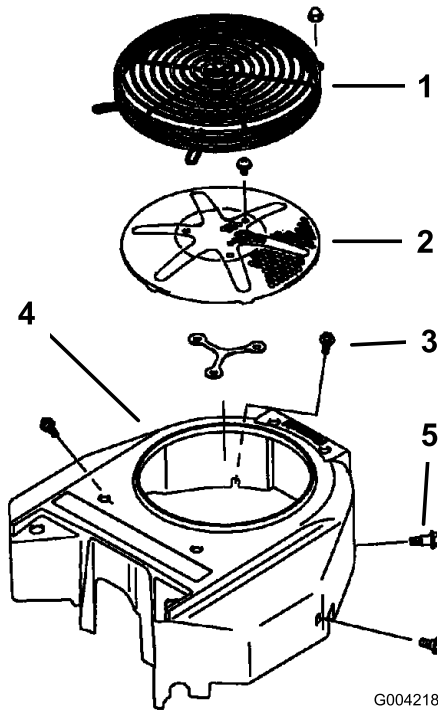

Figure 73
Avant chaque utilisation, enlevez l'herbe, les saletés et autres débris éventuellement accumulés sur la grille du moteur. Cela permet d'assurer un refroidissement et un régime moteur corrects, et réduit les risques de surchauffe et de dégâts mécaniques du moteur (Figure 73).
3. Retirez la grille d'entrée d'air, le lanceur et le boîtier du ventilateur (Figure 73).
5. Remettez la grille d'entrée d'air, le lanceur et le boîtier du ventilateur (Figure 73).